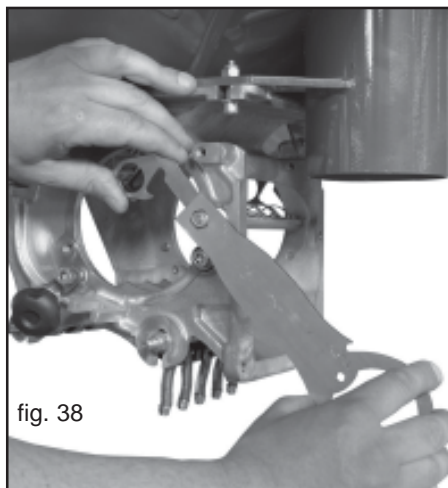

fig. 38
- 3) Desserrer les dés M8 (Fig. 38) avec la clé à usage multiple en dotation.